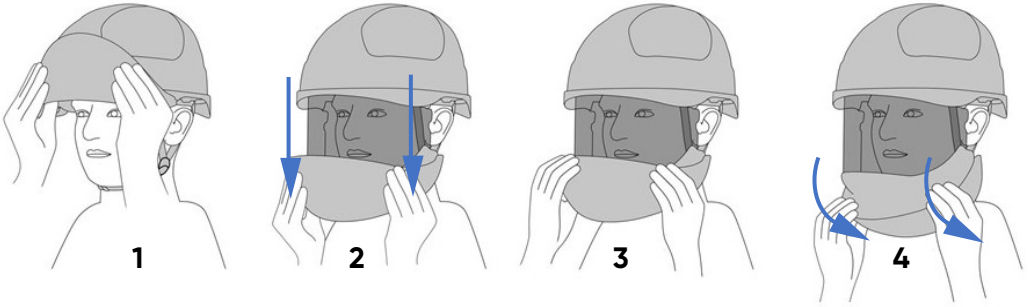

Fig. 6
1. Um den Gesichtsschutz (Fig. 6) zu senken (zu öffnen), ist er vorsichtig mit beiden Händen, mit den Daumen von innen zu greifen (1) und ziehen (2), bis er vollständig aus dem Helm (3) herausragt, und dann den Kinnschutz zu sich zu drehen (4), bis die Scharniere auf dem Kinn klicken.